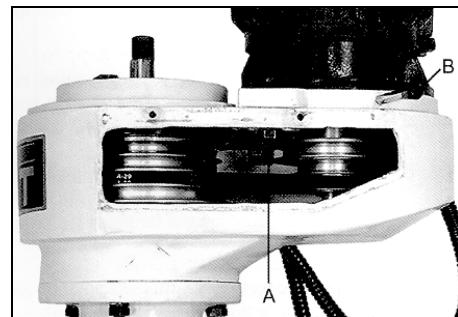

Рис.8
Ослабьте шестигранную гайку (A, Рис. 8).
- ходовой винт для перемещения стола по вертикали (С, Рис. 8).
*Нет тока – проверить предохранитель и автоматический выключатель (Q, Рис. 8).